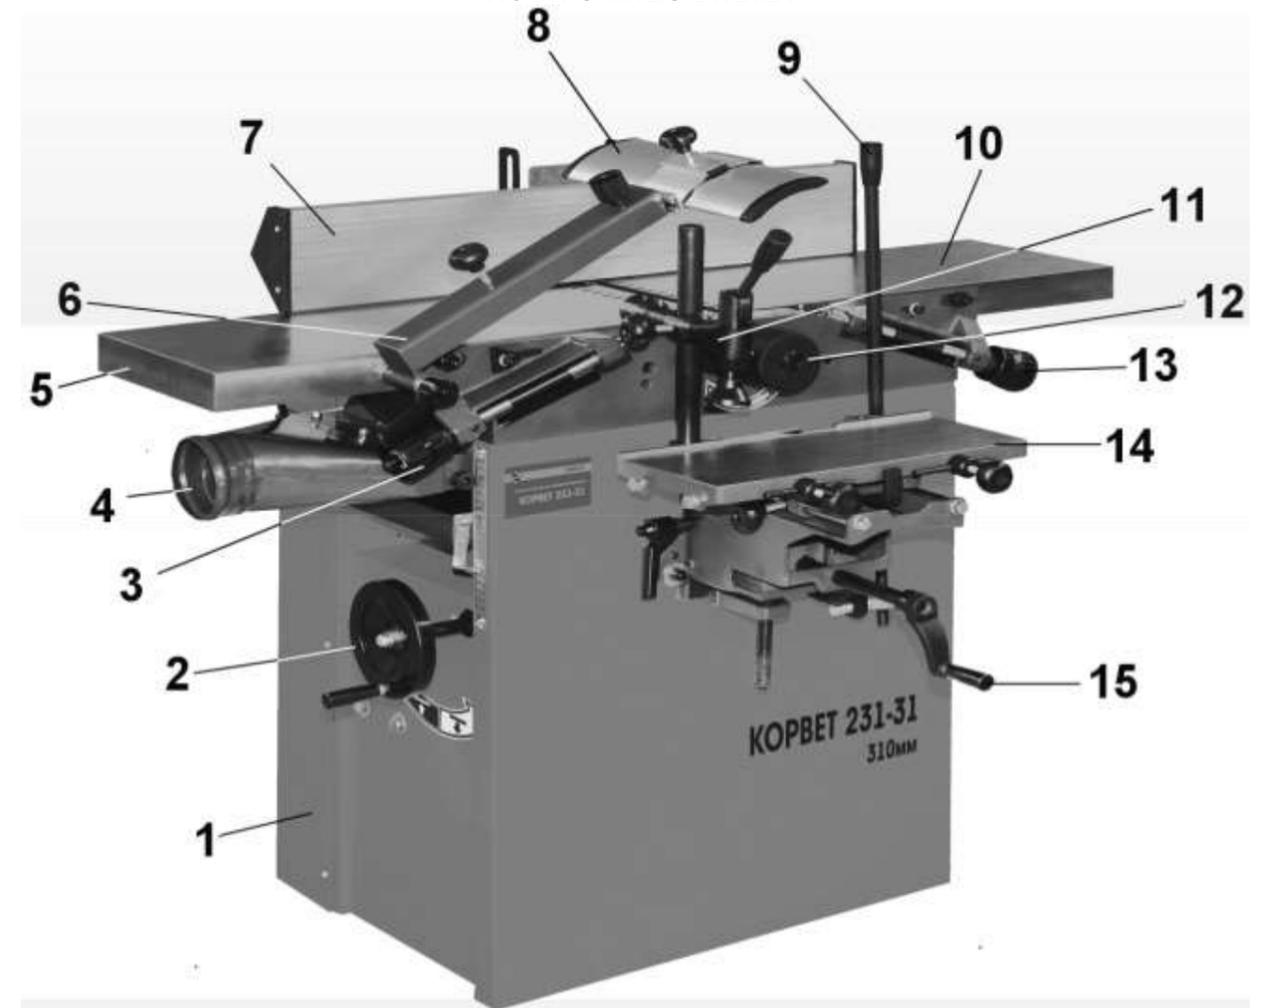

Рис.3
16. НАТЯЖЕНИЕ РЕМНЯ, Рис. 3; 8; 33